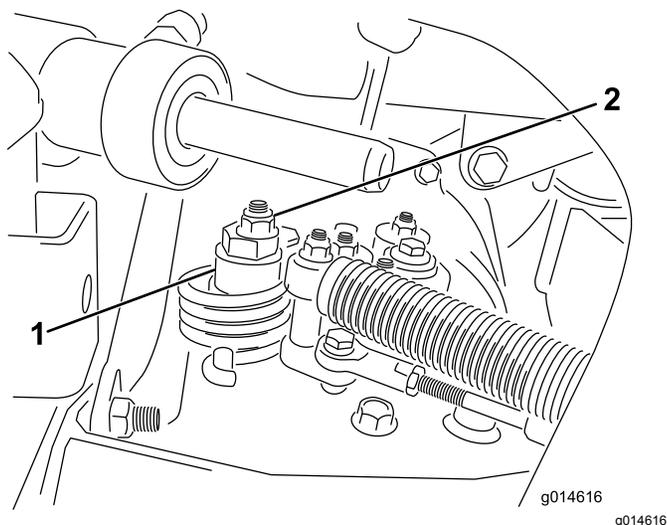

図 51
- A. 偏芯ナットをハイドロスタット上部に止めているナットをゆるめる 図 51。
- C. どちらにも車輪が回らないように偏芯ナットを回して調整する。調整ができれば固定ナットを締め 図 51。スロットル SLOW および FAST 位置で調整が正しいことを確認する。